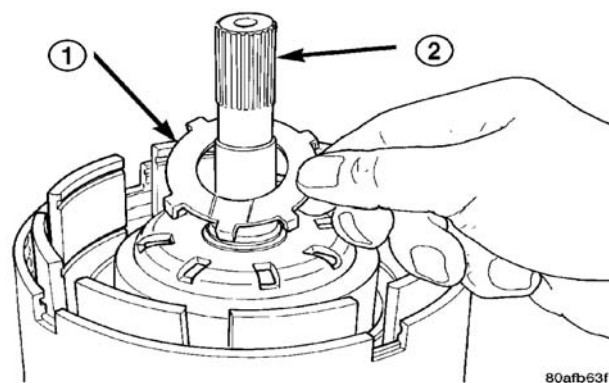

图 288 安装 3 号止推垫圈
(39) 安装 3 号止推垫圈到低速档轴组件，确保五个凸片正确定位。（图 288）。